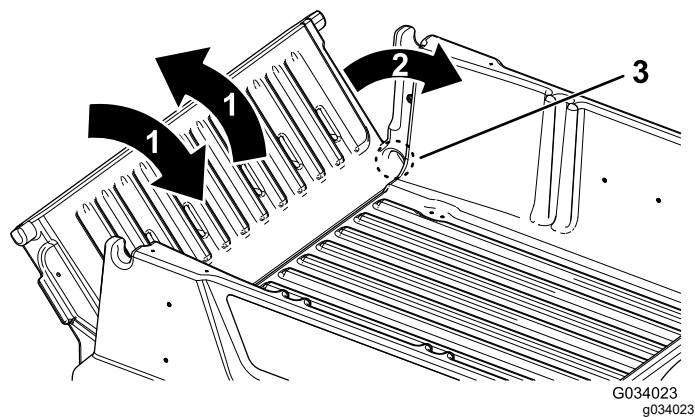

Bild 18
3. Drehen Sie die Heckklappe mehrmals mit kurzen, schüttelnden Bewegungen (Bild 18).
2. Drehen Sie die Heckklappe auf eine ungefähre Stellung von 45° (Bild 18).